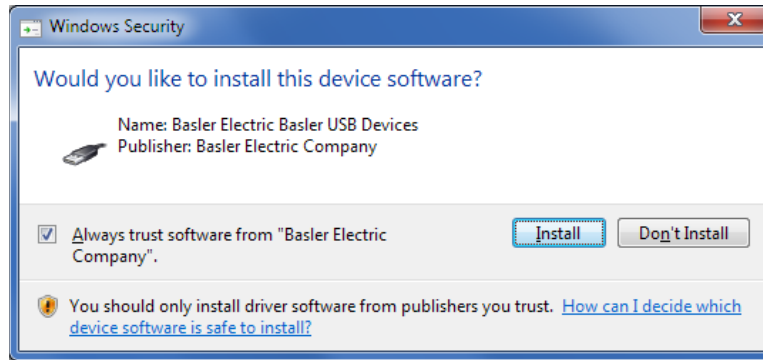

Abbildung 24-6. Windows Security
Schritt 6. Wird ein Windows Security Fenster angezeigt (Abbildung 24-6), klicken Sie auf Installieren.